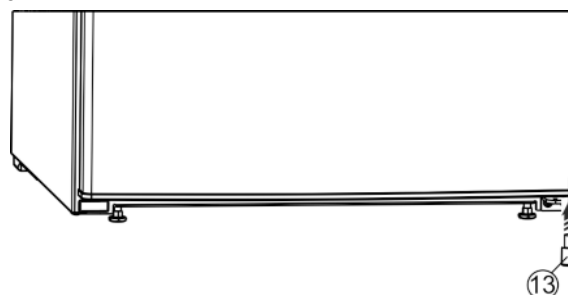

Fig. 11
- ▶ Снова вставьте в дверь распорную деталь *Fig. 11 (13)* справа внизу – это важно для обеспечения устойчивости устройства.